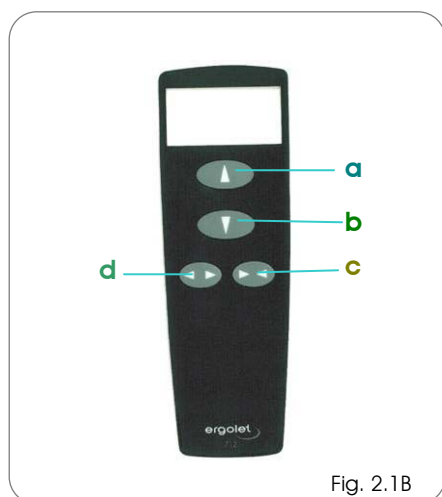

Fig. 1.8B
❷ Die Schlaufen werden nach unten gezogen, so dass sich die Haken schließen. Fig. 1.8B